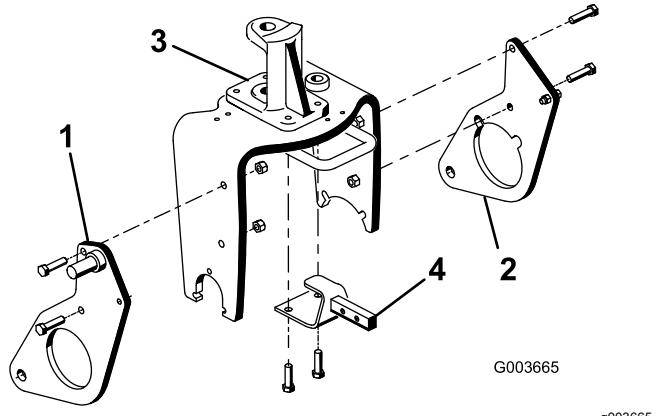

图 11
1. 如图 11 所示用 2 个螺栓 1/2 x 2 英寸和锁紧螺母将右犁板松动地安装至脚轮叉右侧。
2. 对左犁板重复此步骤图 11。
4. 卸下并丢弃将转向枢轴前部固定至脚轮叉顶部的 2 个螺栓 图 11。
5. 使用 2 个螺栓 $1/2 \times 1\text{-}3/4$ 英寸用脚轮叉和转向枢轴安装孔将挂钩架支架安装到脚轮叉下侧请参阅 图 11。